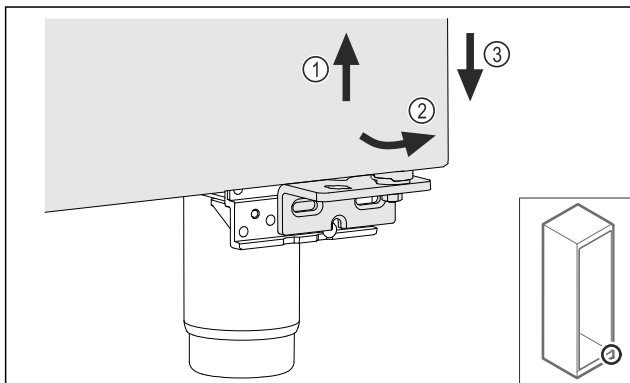

Fig. 27
- Nadvihnite zľahka dvere Fig. 27 (1), dole ich preklopte dopredu Fig. 27 (2) a spustite dolu Fig. 27 (3).